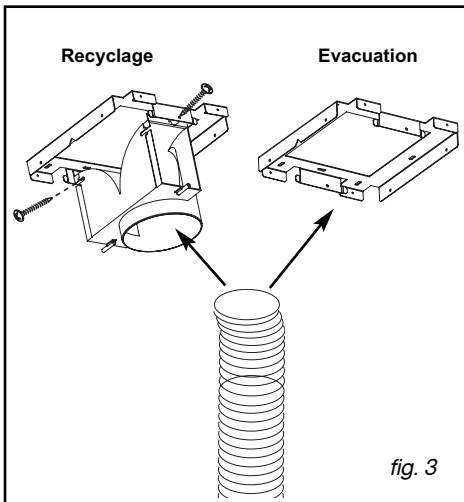

fig. 3
- Si votre hotte est en mode recyclage, fixer le déflecteur sur le support plafond à l'aide des 2 vis fournies (fig 3 recyclage).